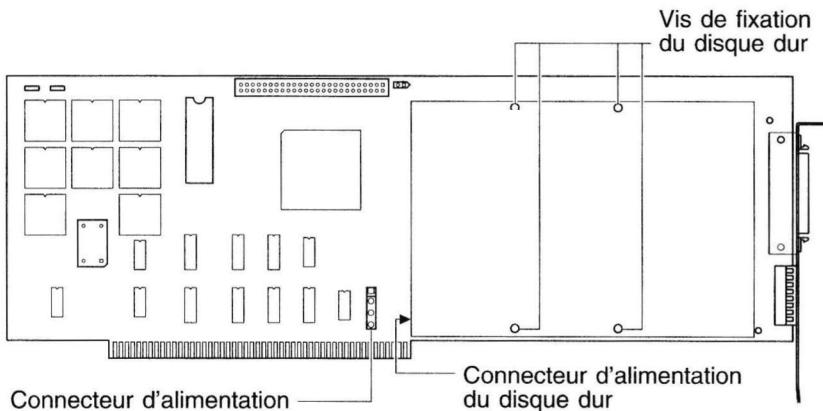

Figure 3. Installer un disque dur sur la carte
2. Enlevez les quatre vis et écrous de fixation prévus pour le disque dur sur la carte (voir la figure 3).†